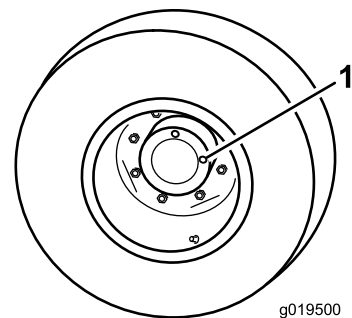

Figura 41
1. Con la máquina en una superficie nivelada, coloque la rueda con un tapón de verificación (Figura 41) en la posición de las 12 y el otro en la posición de las 3.
1. Tapón de verificación/drenaje (2)
2. Retire el tapón de la posición de las 3 (Figura 41).